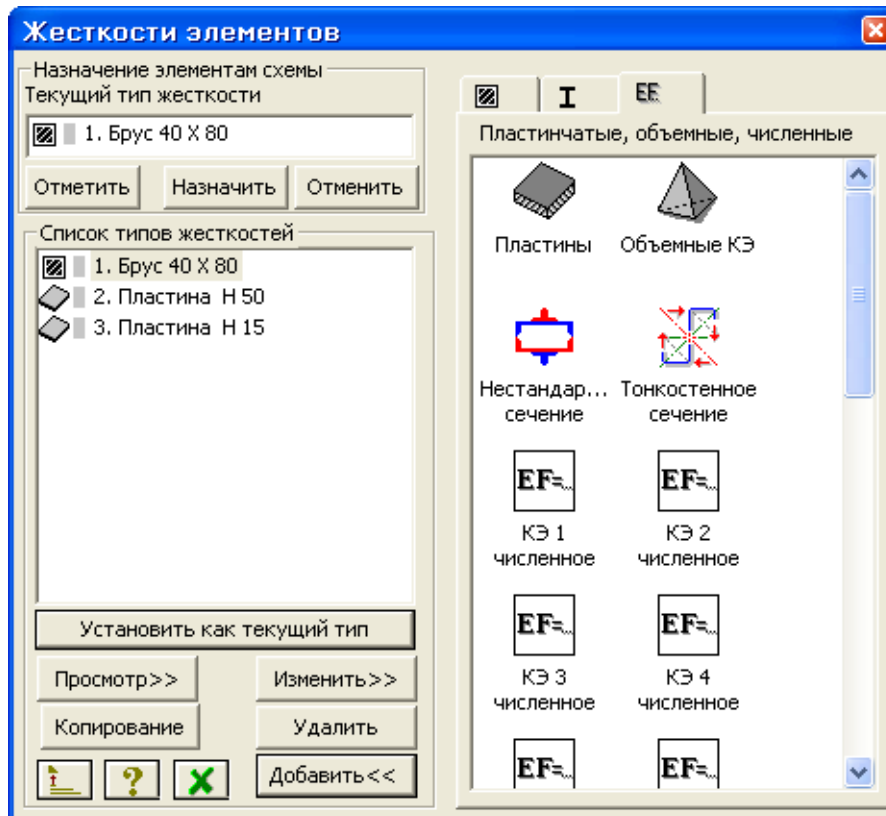

Рис.9.15. Диалоговое окно **Жесткости элементов**
- С помощью меню **Жесткости** ⇒ **Жесткости элементов** (кнопка  на панели инструментов) вызовите диалоговое окно **Жесткости элементов** (рис.9.15).